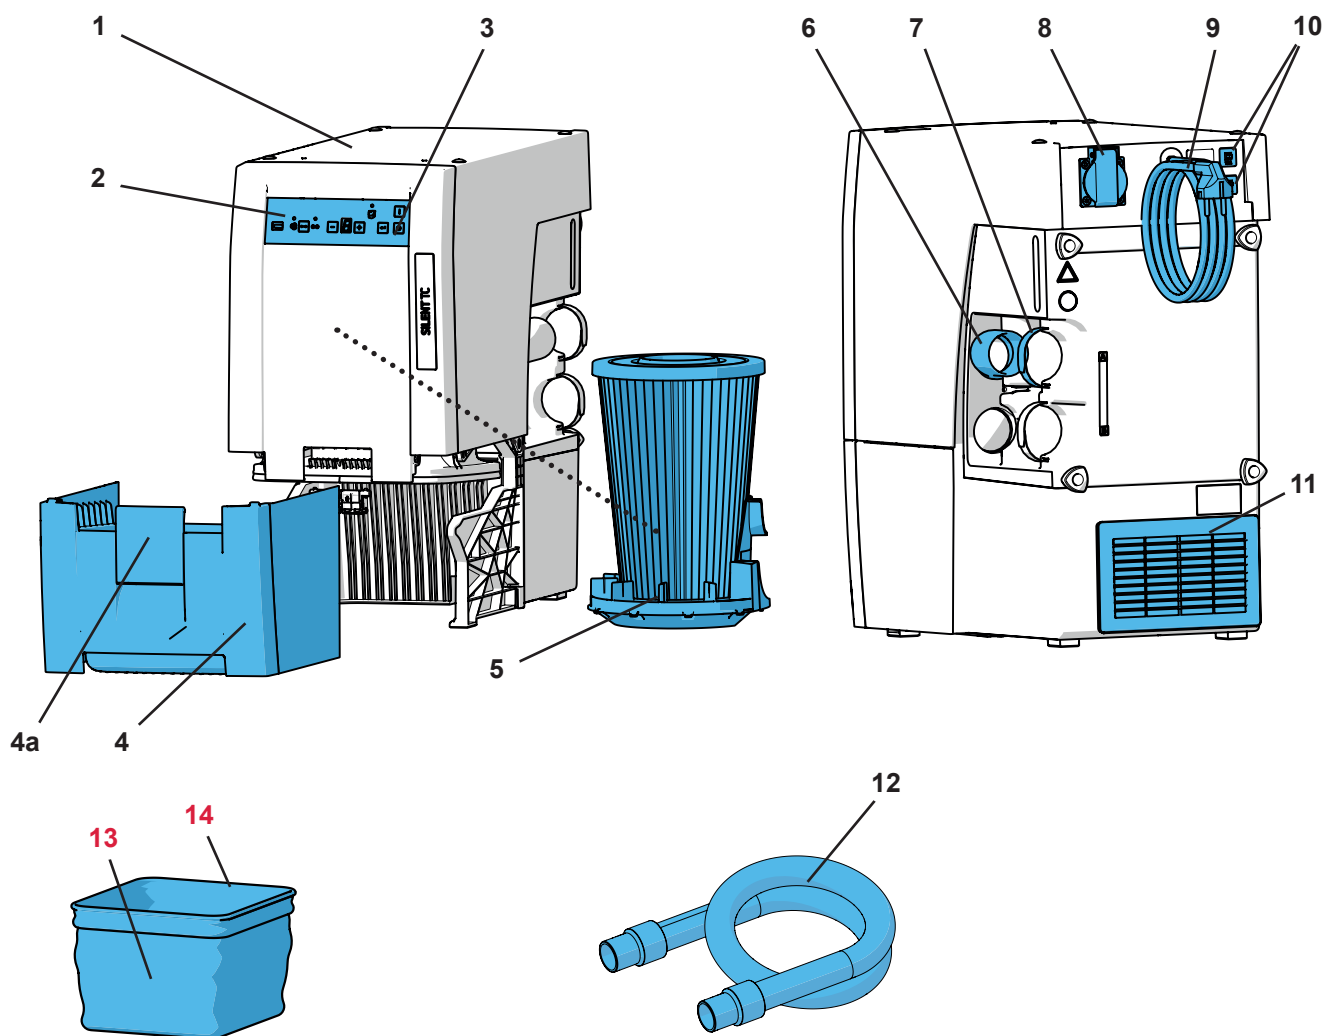

Fig. 1
- Orificiul de evacuare (11, Fig. 1) să nu fie blocat.
- Conductă externă de evacuare a aerului (A) (a se vedea capitolul 4.6).
- O deschidere în partea din spate a dulapului (B), de minimum 250 x 120 mm, în corespondență cu de ieșirea aerului de evacuare (11, Fig. 1).
- Îndepărtați partea din spate a dulapului (C). Distanța de la partea din spate a dulapului la perete min. 50 mm.
⇒ Desfășurați cablul de alimentare (9, Fig.1) și introduceți ștecherul în priză electrică a clădirii.
Aspirația depinde de dispozitivul electric conectat la priza aparatului (8, Fig. 1).